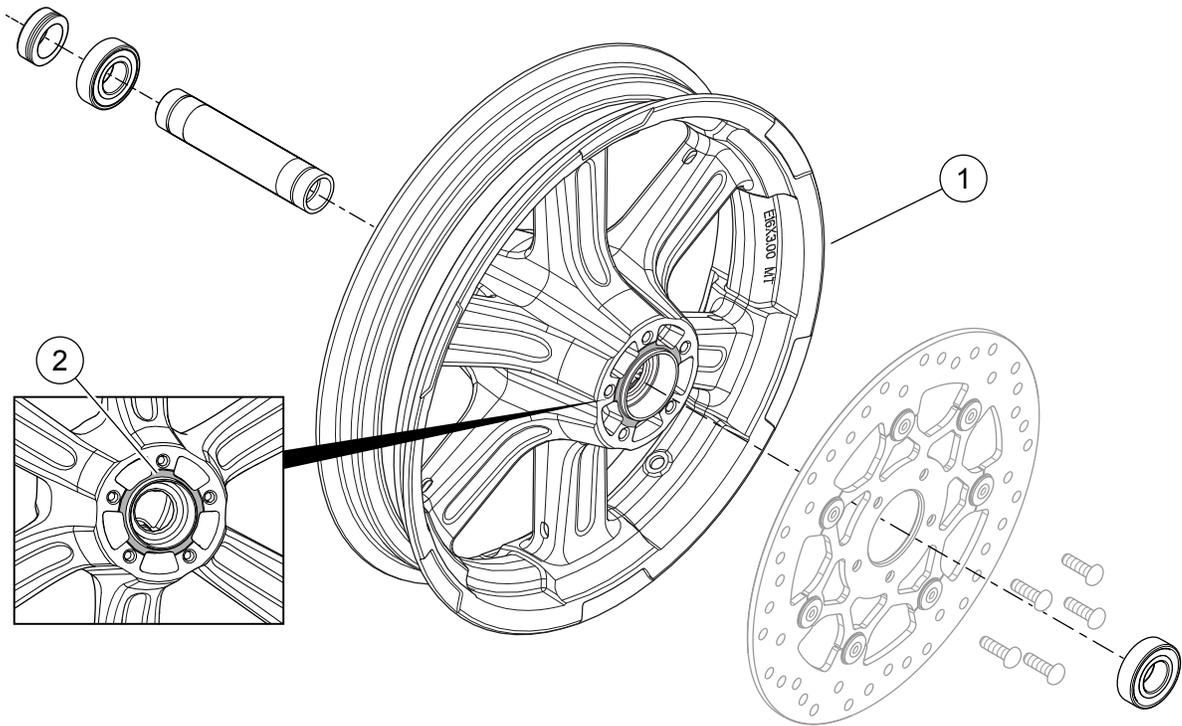

Figure 2. Pièces de rechange : kit de roue avant machette
Ce kit inclut une roue personnalisée et, en fonction du kit, un enjoliveur. Voir la figure 2. et Tableau 3 pour connaître le contenu du kit.
2. Voir la figure 2. Installer l'ensemble de tige de valve (L) sur la roue. Voir PNEUS dans le manuel d'entretien.